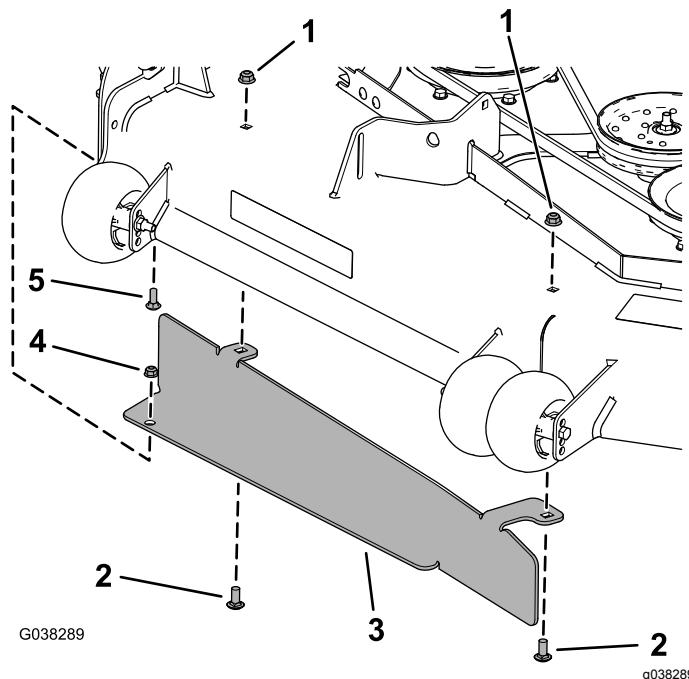

図 33
2. 図 33のように、バッフルを取り付けるボルト5/16 x 7/8"、フランジナット5/16"、キャリッジボルト3/8 x 7/8"2本、フランジナット3/8"2個を使用する。